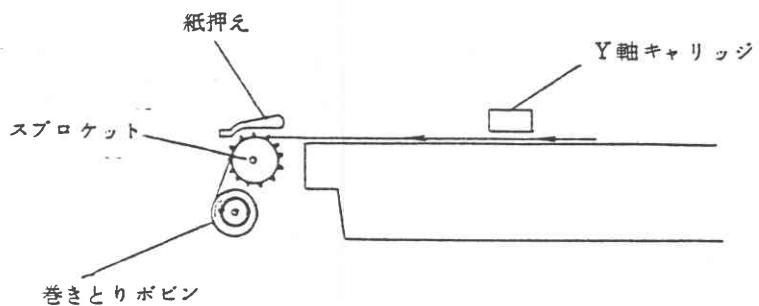

図4. ロール紙のまきつけ方
- ① 1項で装着した記録紙を引きだして、吸着板の上を通し、図4に示すように紙押えの下を通してください。
- ② 卷きとりボビンを、巻きとりフランジにとりつけます。
- ③ 次にスプロケットのピン（記録紙送りピン）に記録紙送り孔を合せ、記録紙の先端を巻きとりボビンのハトロン紙にはさみ込んで巻付けます。
- ④ チャート送り速度を 60 cm/min とし START スイッチを押して少し巻きとりボビンに記録紙を巻付けてから、測定を開始して下さい。